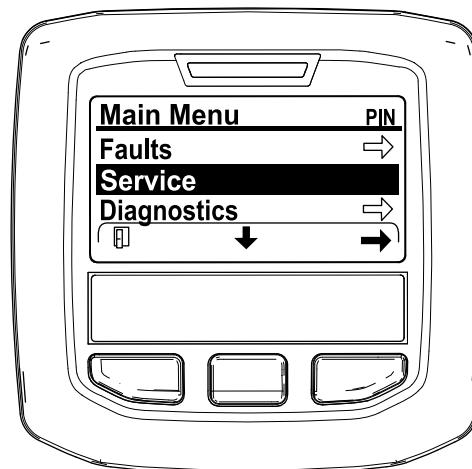

図 47
- メインメニュー MAIN MENU 画面で、中央ボタンを押して整備 SERVICE メニューへ移動し、右ボタンで整備 SERVICE を選択する 図 47。